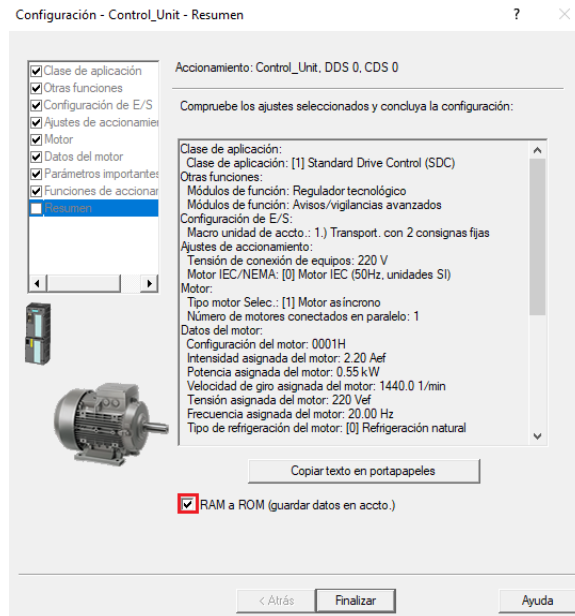

Figura 35: Resumen.
- Finalmente, en la ventana “Resumen”, se presenta todos los parámetros que han sido configurados, elegir la opción “RAM a ROM (guardar datos en accio)”, para concluir presionar el botón “Finalizar” (ver Figura 35).